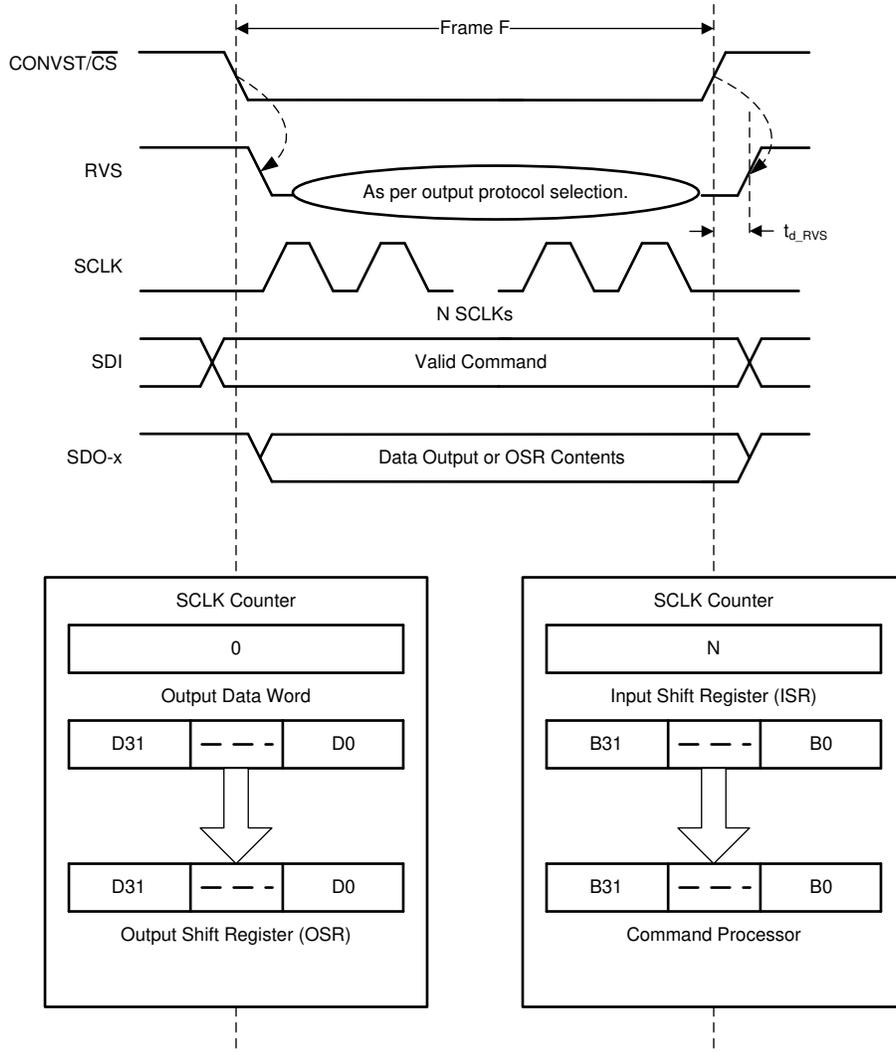

图 6-25. 数据传输帧
器件和主机控制器之间的数据传输帧从  $\overline{\text{CONVST/CS}}$  引脚的下降沿开始。当器件在随后的上升沿开始转换时，此帧结束。主机控制器通过在  $\text{CONV}$  阶段结束后将  $\overline{\text{CONVST/CS}}$  信号拉至低电平（图 6-25）来启动数据传输帧。CONV 状态 部分说明了此过程。
- 器件控制数据总线。如图 6-25 所示，输出数据字的内容加载到 32 位输出移位寄存器 (OSR) 中。
- 如图 6-25 所示，输入移位寄存器的内容传输至命令处理器以进行解码和进一步操作。